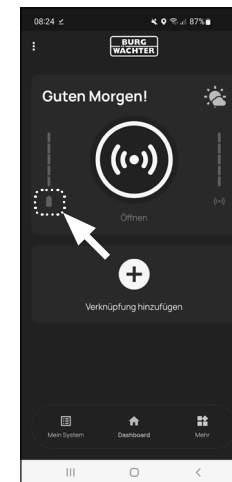

Fig. 6
- Suggerimento:** Si consiglia di sostituire sempre contemporaneamente le batterie del cilindro e del tastierino. Tuttavia, è anche possibile controllare lo stato della batteria del cilindro separatamente in qualsiasi momento. Lo stato attuale delle batterie viene visualizzato nella schermata principale dell'app BURGSmart (Fig. 6).